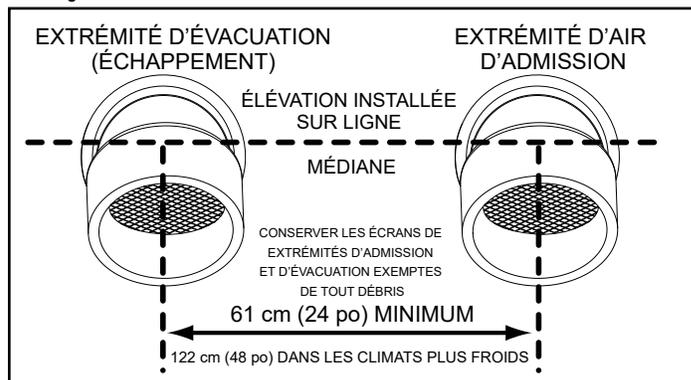

Figure 25. Extrémité murale - Ventouse
- Pour installer les bouches d'évacuation et d'admission d'air dans une configuration à ventouse à travers un mur, il doit y avoir une séparation minimale de 60 cm (24 po), mesurée depuis l'axe médian vertical, entre les bouches d'admission d'air et d'évacuation. Voir **Figure 25**.
- Pour installer les bouches d'évacuation et d'admission d'air dans une configuration à ventouse à travers un mur, les bouches d'admission d'air et d'évacuation doivent être installées à la même hauteur, mesurée sur la ligne médiane horizontale. Voir **Figure 25**.
- Toutefois, la distance entre les bouches d'évacuation et d'admission d'air les plus proches doit être d'un minimum de 61 cm (24 po). Dans les climats plus froids, cette séparation doit être augmentée jusqu'à au moins 122 cm (48 po). Voir **Figure 25** (page 27).